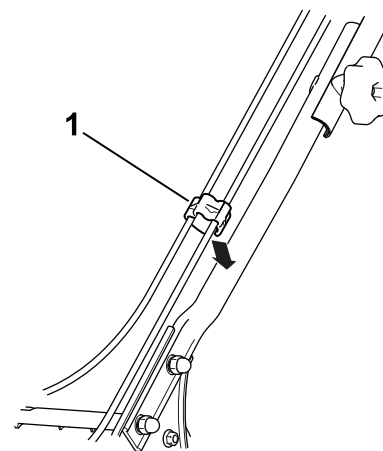

Figure 5
3. Insérez les câbles dans le serre-câble et fixez le serre-câble au guidon comme montré à la Figure 5.